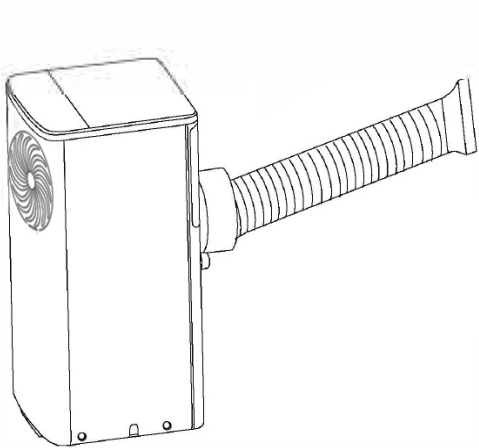

Fig. 1
1. Extienda la manguera lo suficiente para llegar al exterior (máximo 1,5 m) y engánchela a la parte trasera del aire acondicionado (Fig. 1).
1. Para realizar el agujero en el cristal, recomendamos llevar al vidriero el accesorio kit ojo de buey (Fig. 1).
(Fig. 1)